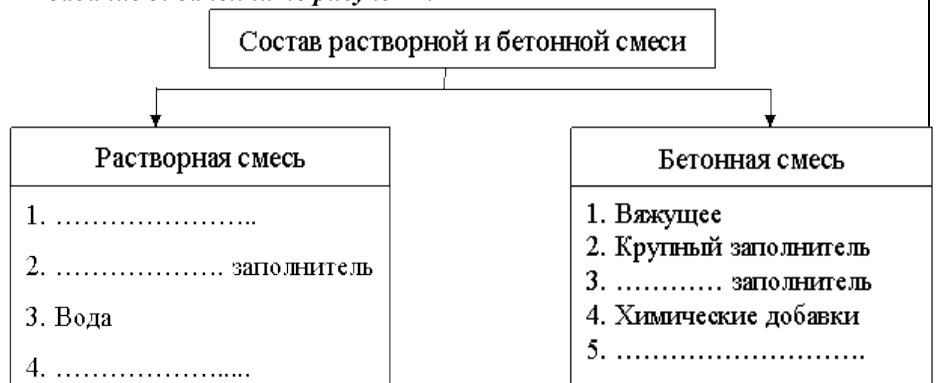

Рис. 1. Состав растворной и бетонной смеси
**Задание 3. Заполнить рисунок 1.**